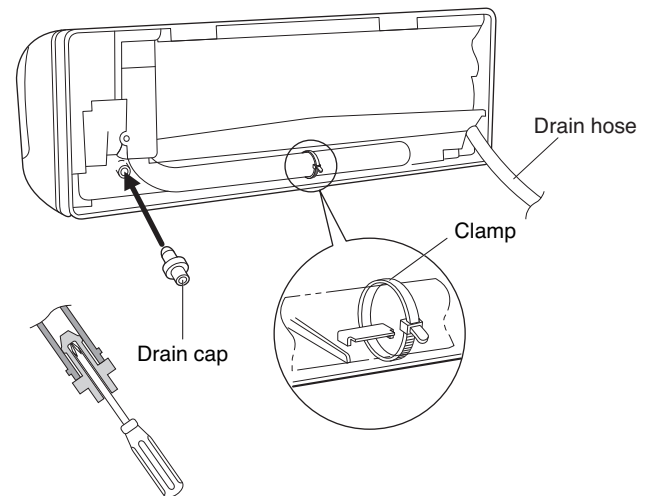

Fig. 40a
- (d) Reattach the drain hose to the left side and the drain cap to the right side. (Fig. 40a)